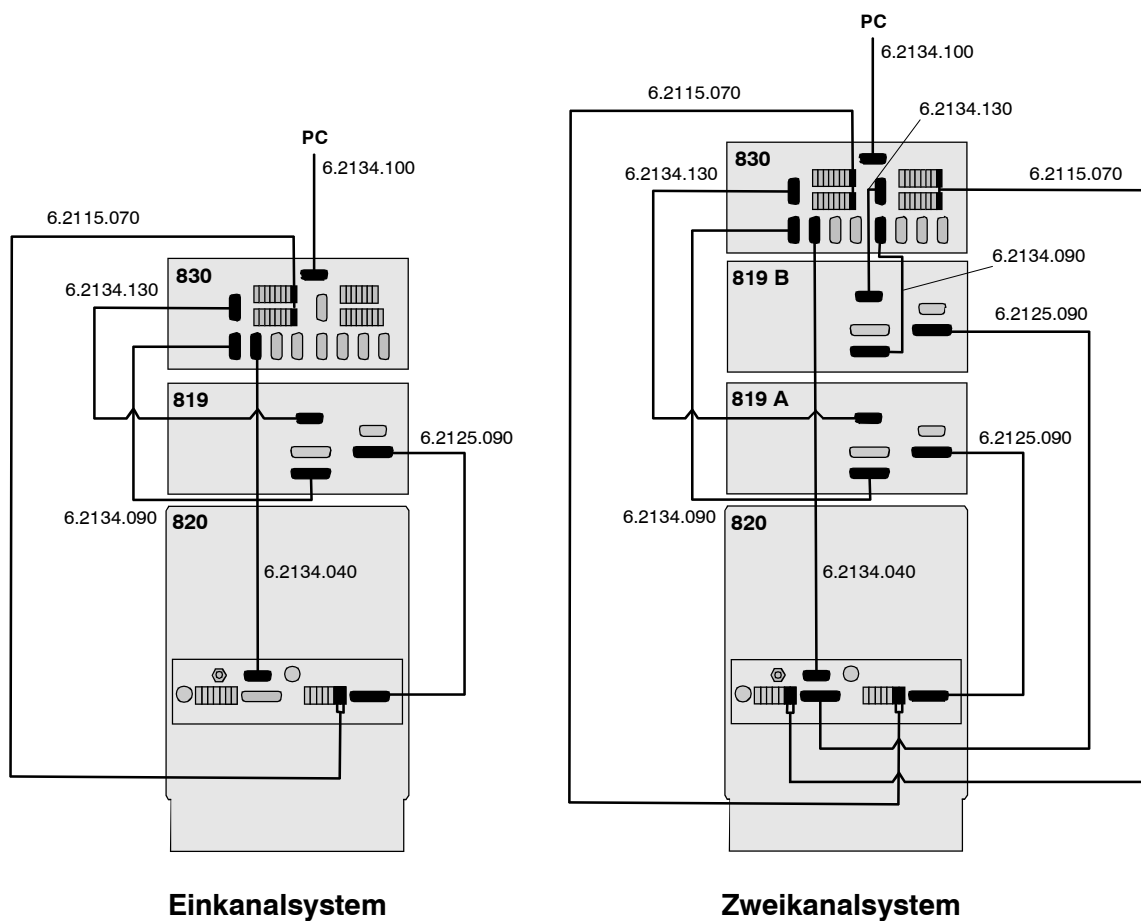
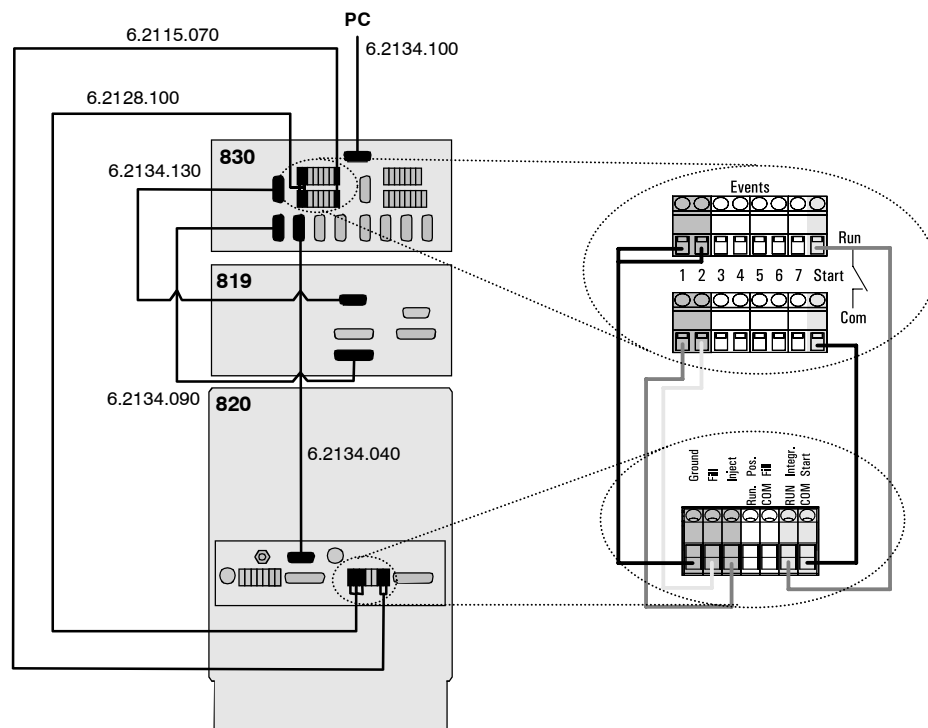
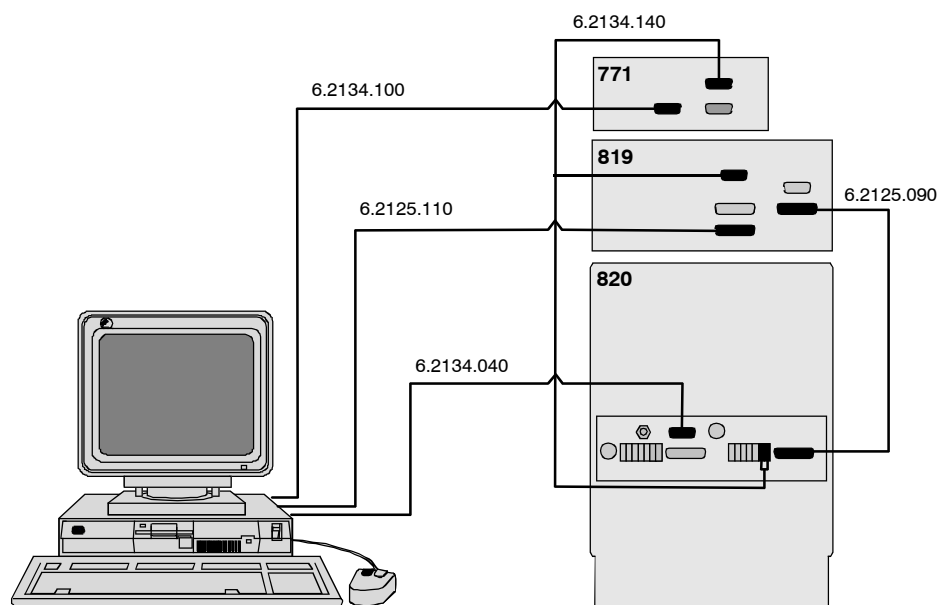

Abb. 12: Anschluss von 820 über 819 an 830
Abb. 13: Anschluss von 819 und 820 an 830
Abb. 14: Anschluss von 819 und 820 an PC
- Verbinden Sie mit dem Kabel 6.2125.090 den Anschluss **10** „IC Separation Center“ des **IC Detectors 819** mit dem Anschluss **30** „IC Detector“ des **IC Separation Centers 820** (siehe Abb. 12).
- Verbinden Sie mit einem weiteren Kabel 6.2125.090 den Anschluss **10** „IC Separation Center“ des **zweiten IC Detectors 819** mit dem Anschluss **27** „IC Detector“ des **IC Separation Centers 820** (siehe Abb. 12).
- Verbinden Sie mit dem Kabel 6.2134.090 (Zubehör 830) den Anschluss **9** „RS 232“ des **IC Detectors 819** mit einer freien RS 232-Schnittstelle von **System 1** des **IC Interface 830** (siehe Abb. 12).
- Verbinden Sie mit dem Kabel 6.2134.130 den Anschluss **5** „Output“ des **IC Detectors 819** mit dem Analoganschluss „Channels 1/2“ von **System 1** des **IC Interface 830** (siehe Abb. 12).
- Verbinden Sie mit einem weiteren Kabel 6.2134.090 (Zubehör 830) den Anschluss **9** „RS 232“ des **zweiten IC Detectors 819** mit einer freien RS 232-Schnittstelle von **System 2** des **IC Interface 830** (siehe Abb. 12).
- Verbinden Sie mit dem Kabel 6.2134.130 den Anschluss **5** „Output“ des **IC Detectors 819** mit dem Analoganschluss „Channels 3/4“ von **System 2** des **IC Interface 830** (siehe Abb. 12).
- Verbinden Sie mit dem Kabel 6.2115.070 die Positionen **Integr.** und **Start** der Anschlussleiste **31** des **IC Separation Centers 820** mit der Event line **Start** von **System 1** des **IC Interface 830** (siehe Abb. 12).
- Verbinden Sie mit einem weiteren Kabel 6.2115.070 die Positionen **Integr.** und **Start** der Anschlussleiste **26** des **IC Separation Centers 820** mit der Event line **Start** von **System 2** des **IC Interface 830** (siehe Abb. 12).
- Verbinden Sie mit dem Kabel 6.2134.040 die RS 232-Schnittstelle **22** des **IC Separation Centers 820** mit einer freien RS 232-Schnittstelle des **IC Interface 830** (siehe Abb. 12).
- Verbinden Sie mit dem Kabel 6.2134.090 (Zubehör von 830) den Anschluss **9** „RS 232“ des **IC Detectors 819** mit einer freien RS 232-Schnittstelle von **System 1** des **IC Interface 830** (siehe Abb. 13).
- Verbinden Sie mit dem Kabel 6.2134.130 den Anschluss **5** „Output“ des **IC Detectors 819** mit dem Analoganschluss „Channels 1/2“ von **System 1** des **IC Interface 830** (siehe Abb. 13).
- Verbinden Sie mit dem Kabel 6.2128.100 die Positionen **Ground**, **Fill** und **Inject** der Anschlussleiste **31** des **IC Separation Centers 820** mit zwei freien Event lines von **System 1** des **IC Interface 830** (siehe Abb. 13).
- Verbinden Sie mit dem Kabel 6.2115.070 die Positionen **Integr.** und **Start** der Anschlussleiste **31** des **IC Separation Centers 820** mit der Event line **Start** von **System 1** des **IC Interface 830** (siehe Abb. 13).
- Verbinden Sie mit dem Kabel 6.2134.040 die RS 232-Schnittstelle **22** des **IC Separation Centers 820** mit einer freien RS 232-Schnittstelle des **IC Interface 830** (siehe Abb. 13).
- Verbinden Sie mit dem Kabel 6.2125.090 den Anschluss **10** „IC Separation Center“ des **IC Detectors 819** mit dem Anschluss **30** „IC Detector“ des **IC Separation Centers 820** (siehe Abb. 14).
- Verbinden Sie mit dem Kabel 6.2125.110 den Anschluss **9** „RS 232“ des **IC Detectors 819** mit einer freien RS 232-Schnittstelle am **PC** (siehe Abb. 14).
- Verbinden Sie mit dem Kabel 6.2134.140 den Anschluss **5** „Output“ des **IC Detectors 819** mit dem Anschluss „Channel 1“ des **IC Compact Interface 771** (siehe Abb. 14). Das Kabelende mit dem Aufdruck „Analog“ wird am Detektor eingesteckt.
- Befestigen Sie die beiden Kabelenden „RUN“ und „COM“ von Kabel 6.2134.140 an den Positionen **Integr.** und **Start** der Anschlussleiste **27** des **IC Separation Centers 820** (siehe Abb. 14).
- Verbinden Sie mit dem Kabel 6.2134.100 den Anschluss „RS 232, PC“ des **IC Compact Interface 771** mit einer freien RS 232-Schnittstelle am **PC** (siehe Abb. 14).
- Verbinden Sie mit dem Kabel 6.2134.040 die RS 232-Schnittstelle **22** des **IC Separation Centers 820** mit einer freien RS 232-Schnittstelle des **PC's** (siehe Abb. 14).
Wenn das IC Separation Center 820 über den IC Detector 819 in ein modulares IC-System eingebunden ist, erfolgt die Stromversorgung des Separation Centers über das Kabel 6.2125.090 (siehe *Abb. 12* und *Abb. 14*).
Wird das IC Separation Center 820 separat angesteuert (siehe *Abb. 13*), muss zur Stromversorgung das optional erhältliche Netzgerät 6.2152.000 verwendet und am Anschluss **25** (siehe *Abb. 5*) eingesteckt werden.
Soll das Separation Center über das Zeitprogramm des Detektors angesteuert werden (siehe *Abb. 12* und *Abb. 14*), so muss das Separation Center bei der Geräteinstallation als das entsprechende **820.02X0 to IC Detector** oder **820.03X0 to IC Detector** installiert werden. Wird das IC Separation Center 820 separat angesteuert (siehe *Abb. 13*), muss es als **820.0210 to Interface**, **820.0220 to Interface**, **820.0230 to Interface**, **820.0310 to Interface**, **820.0320 to Interface** oder **820.0330 to Interface** installiert werden.